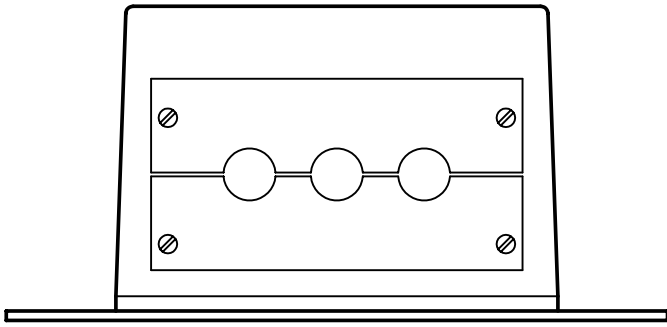
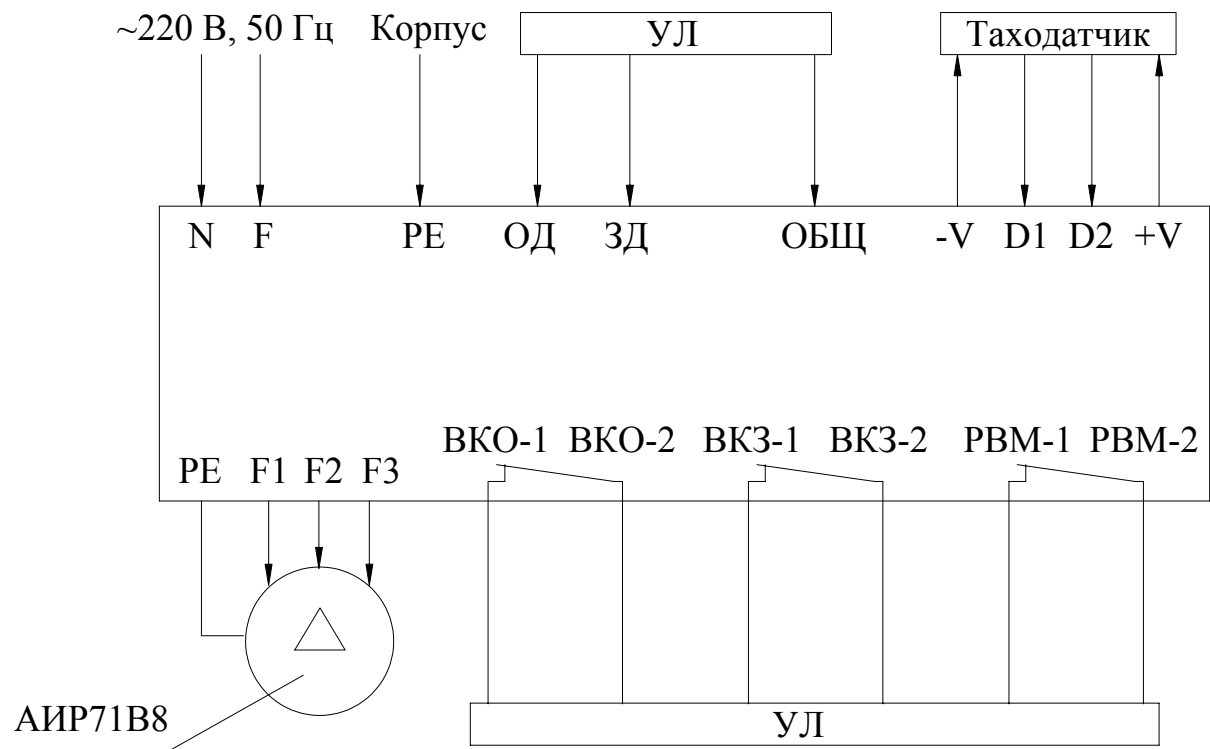
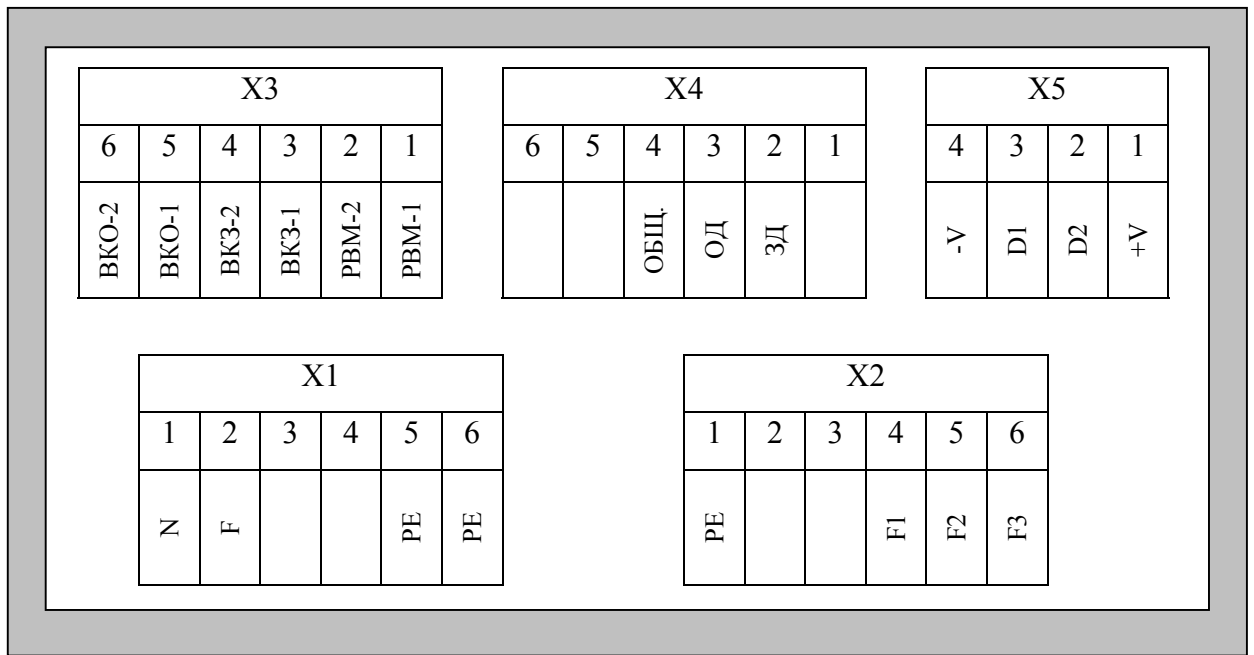

Рис.1. Габаритно-присоединительные размеры *Устройства*.
Рис.2. Блок-схема подключения внешних контактов БУАД-3-06.
Рис. 3. Схема подключения внешних контактов БУАД-3-06.
Габаритно-присоединительные размеры *Устройства* приведены на **рис.1**.
На **рис.2** показана блок-схема подключения внешних контактов *Устройства*. На **рис.3** показаны и подписаны отдельные контакты каждого из разъемов *Устройства*.
3.4.1. Внешние контакты для станции УЛ (см. рис. 2, 3):
Узел подключения внешних коммуникаций состоит из заглушки для крепления пластмассовых или металлических рукавов (**рис.1, вид А**) и разъемов для подсоединения шин сетевого питания, цепей выходных напряжений для электродвигателя, цепей управления работой устройства, цепей подключения таходатчика (**рис.2, 3**).